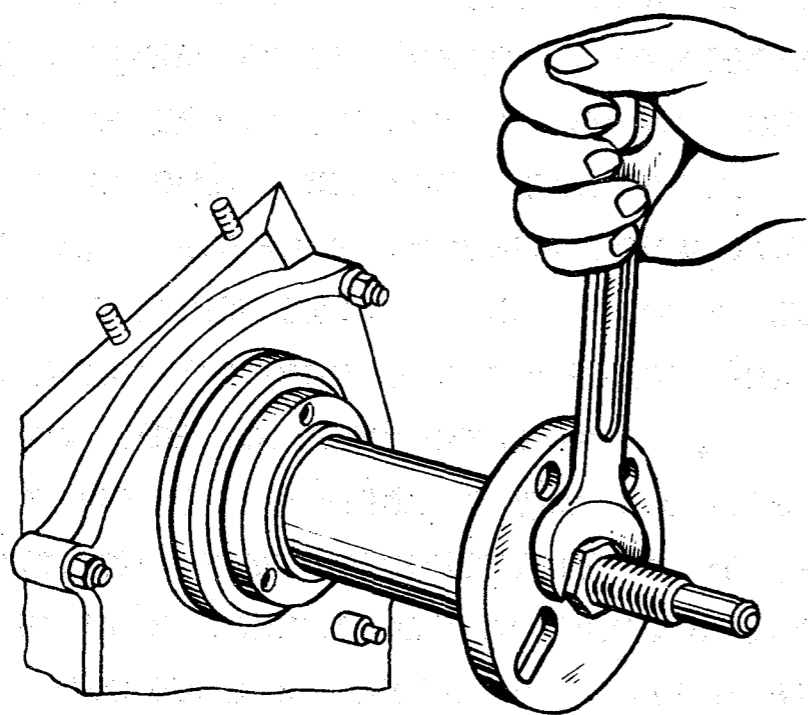

Рис. 65. Напрессовка ступицы шкива коленчатого вала с помощью приспособления I6-Y-2368I7
- удалить центрирующую оправку и напрессовать ступицу шкива коленчатого вала (рис. 65);